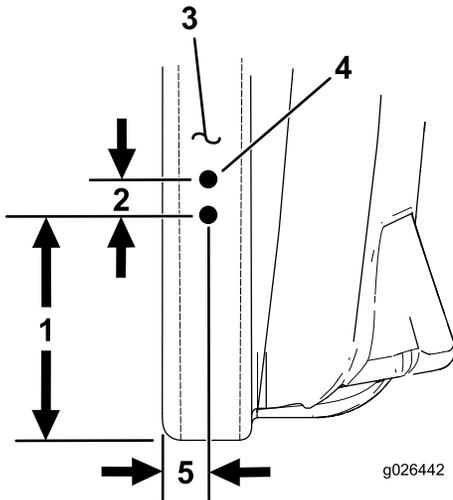

Figura 2
4. Marque las ubicaciones de dos taladros en el lado izquierdo de la puerta de la tolva, según se ilustra en la Figura 2.